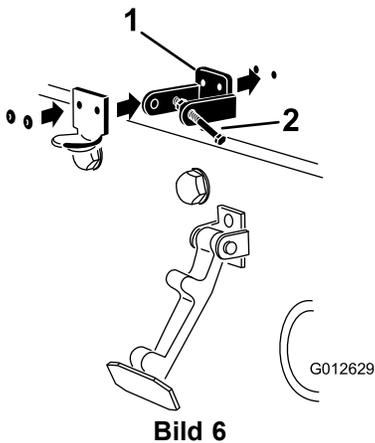

Bild 6
3. Fluchten Sie die Befestigungslöcher aus und positionieren Sie gleichzeitig die Halterung des CE-Riegels und des Motorhaubenriegels auf der Motorhaube. Die Riegelhalterung muss an der Haube anliegen (Bild 6). Nehmen Sie die Schraube und Mutter nicht vom Halterungsarm für den Riegel ab.
5. Nieten Sie die Halterungen und Scheiben an die Haube (Bild 6).